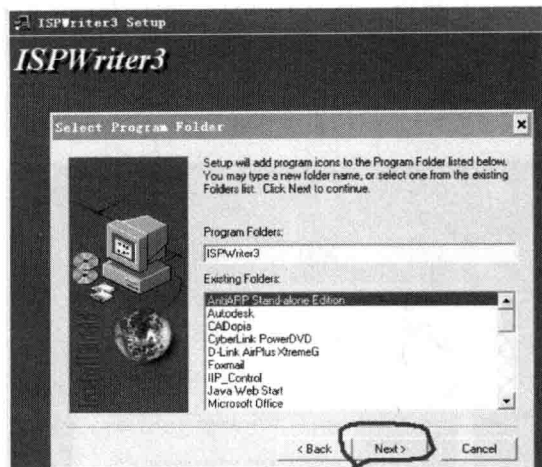

图 1-8
7) 在本页设置好安装路径后，单击“Next”，出现图 1-8 所示的对话框。